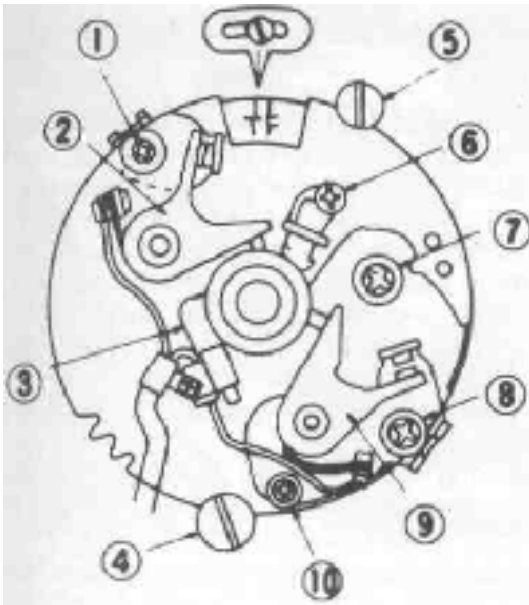

Bild 266 Zündunterbrecherkontakte
- Stimmt der Zündzeitpunkt nicht, so wird der Unterbrechersatz als Ganzes nach Lockern der beiden Halteschrauben (Teil 4 und 5 in Bild 266) in der gewünschten Richtung verdreht und die Schrauben wieder festgezogen. Da im Antrieb des Zündnockens ein gewisses Spiel stets vorhanden ist, muss für die folgende Nachprüfung die Kurbelwelle um einige Umdrehungen weiter gedreht werden, bis wieder das «FL» erscheint. {Zum mindesten sollte man sehr weit nach linksherum zurückdrehen, bevor man sich im Uhrzeigersinn wieder der «FL»-Marke nähert.} Es ist wichtig, die Korrekturen so lange zu wiederholen, bis der Voltmeterausschlag exakt mit der Stellung der Strichmarken übereinstimmt.
- Für den rechten Zylinder wird die Prozedur mit der «FR»-Marke in gleicher Weise wiederholt, nur dass jetzt die soeben eingestellte Unterbrecher-platte natürlich nicht mehr angerührt werden darf. Stattdessen lässt sich das zweite Kontaktpaar unabhängig verstellen, wenn man seine Halteschrauben (Teil 7 und 10 in Bild 266) lockert. Auch hierbei ist grösste Sorgfalt am Platze. Zuletzt die große Innensechskantschraube links unten wieder einschrauben, um Undichtheit zu vermeiden.